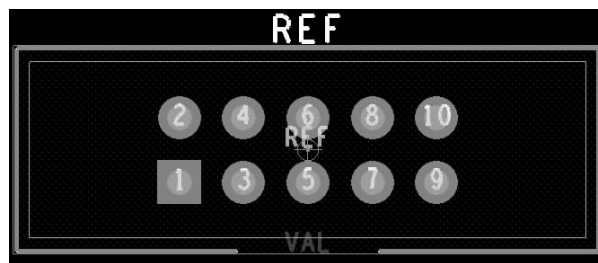
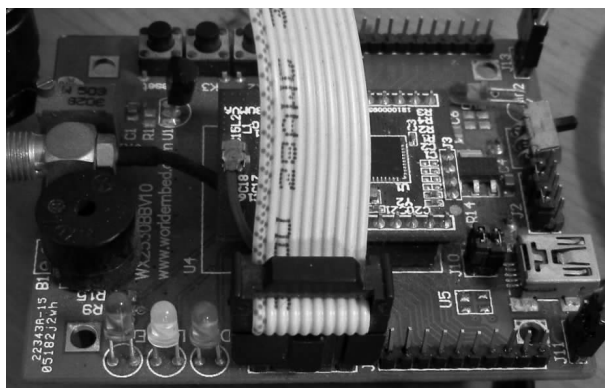

图 3-9 仿真器接口封装
图 3-10 仿真器灰排母座应朝板子外侧插入仿真接口
(8) 仿真器接口。图 3-9 为底板仿真器接口的封装。理论上应该采用该简易牛角座封装,但由于底板面积有限,元件太多,所以世嵌没有做牛角座,这也容易使仿真器灰排线插反。在这里要注意封装图中开口方向在底板上是朝外的。所以仿真器灰排的母座也要朝外插在底板上,如图 3-10 所示。
这些接口都是 2.00mm 间距的直插接口,开发板上留的都是通孔,并未焊上单排针。最好将这些排针接口都焊上排针,以方便杜邦线引出。这些排针接口包括 J4、J5、J11、J13,都是 2.00mm 间距的,所以选用 2.00mm 的单排针将这些直插接口都焊上,焊接技术是基本功,网上有的是教程,这个就不多说了。两块板子都要焊好,然后用杜邦线引出这些接口,说到杜邦线,这里用的可不是一般的 2.54mm 的杜邦线,需要用 2mm 转 2.54mm 的杜邦线,这个淘宝上到处都有,这样做好,就可跟开发板外的各种模块连接了。焊好的排针可参见图 3-10。